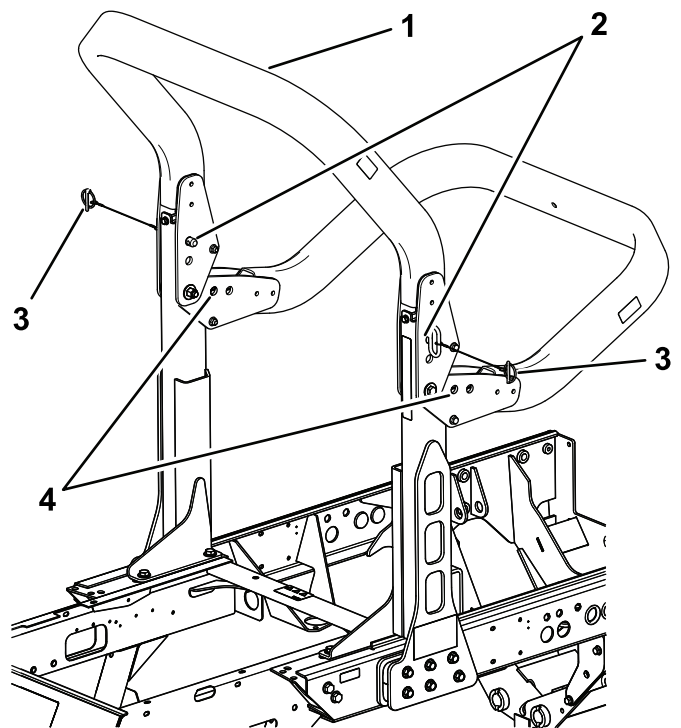

Bild 62
2. Stützen Sie das Gewicht des oberen Rahmens ab, während Sie die Rastzungen und Lastösenbolzen von den Schwenkhalterung abnehmen (Bild 62).